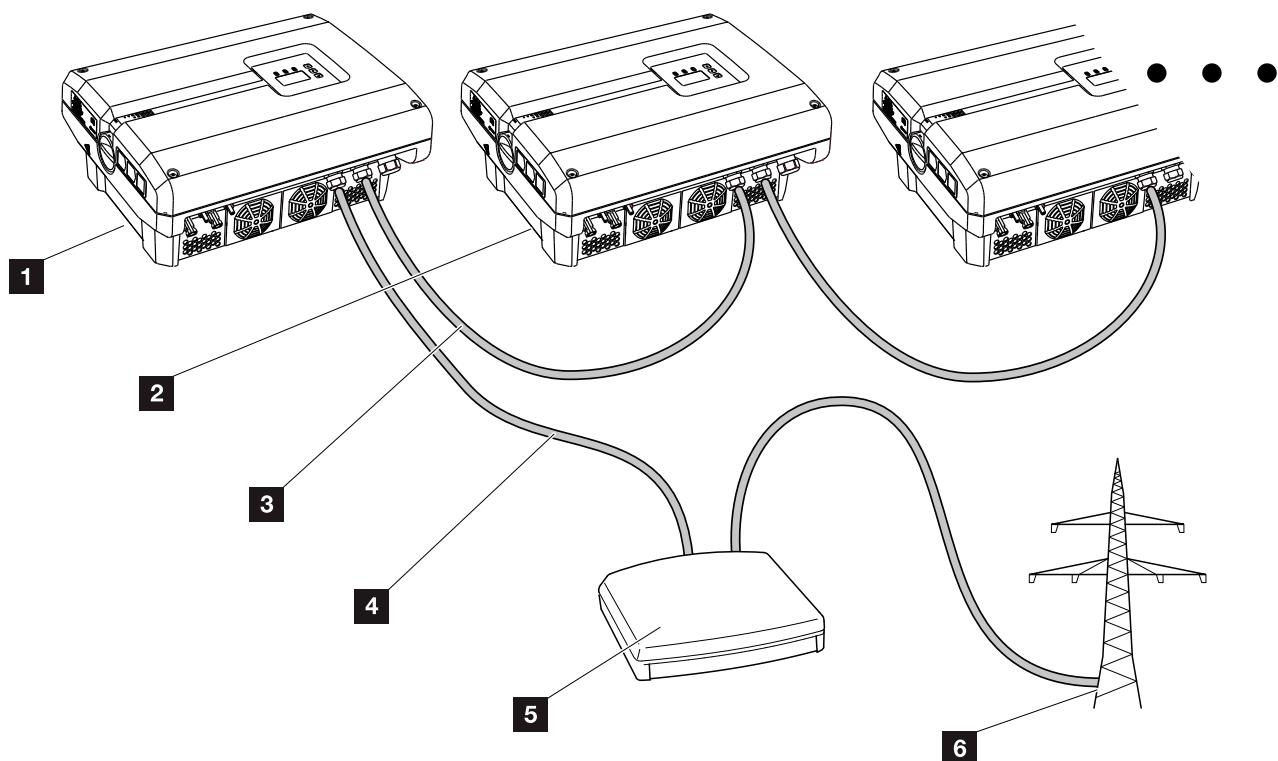

Fig. 51: Configuração do recetor de telecomando centralizado com vários inversores (ligação em rede via Ethernet)
↗ Fig. 51
3. Ligue o receptor de telecomando centralizado ao inversor Master ↗ Fig. 51 pos. 1 através do borne de ligação da interface analógica (10 polos).